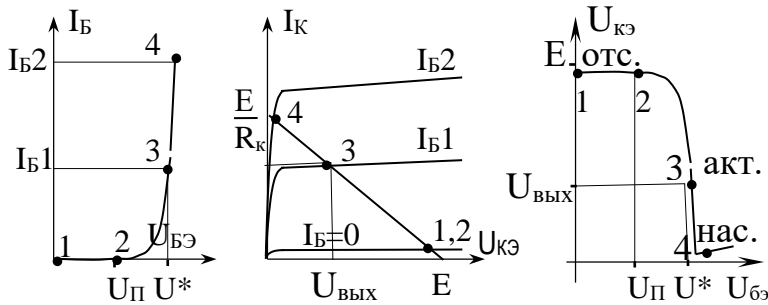

Рис. 4.15. характеристики каскада ОЭ:
**Передаточная характеристика каскада ОЭ** отображают зависимость выходного напряжения  $U_{кэ}$  от входного  $U_{бэ}$  (рис. 4.15). Для построения передаточной характеристики на входной характеристике, выбирают